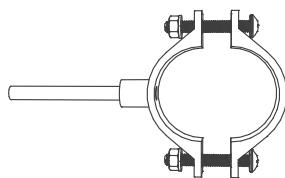

Рис. 7
3. Просверлить отверстие диаметром 6,5 мм, надеть хомут и закрутить болты. Скобы дренажного хомута расположить таким образом, чтобы просверленное в сифоне отверстие совпадало с отверстием дренажного хомута и выступающей части трубы. Болты затягивать равномерно, чтобы 2 части хомута были параллельными. Рис.7.